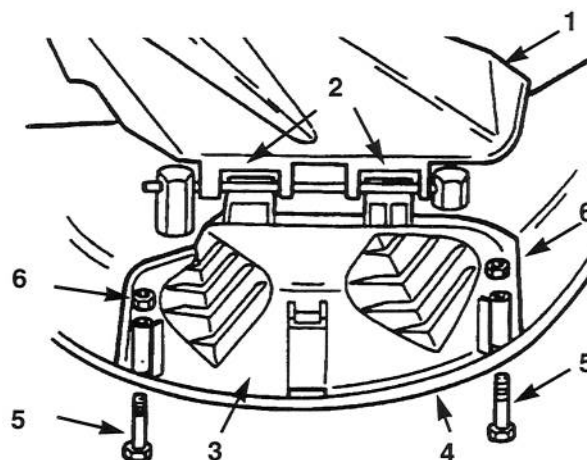

Figure 12
1. Soulever le déflecteur d'herbe et engager les languettes en haut du bouclier de protection sous la tige de retenue du déflecteur. Rabattre le bouclier sur l'ouverture et sur le rebord inférieur de la tondeuse (Fig. 12).
2. Fixer le bouclier sur le rebord de la tondeuse au moyen des boulons et écrous (Fig. 12).